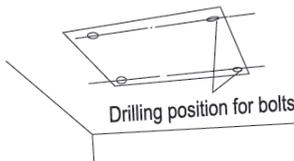

Fig.6
- (1) Usando la plantilla de instalación, haga cuatro agujeros para los tornillos (Fig.6)